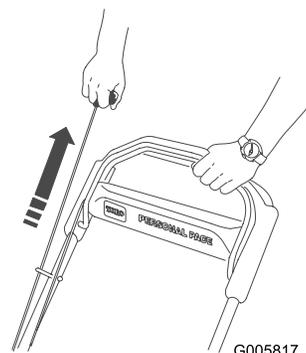
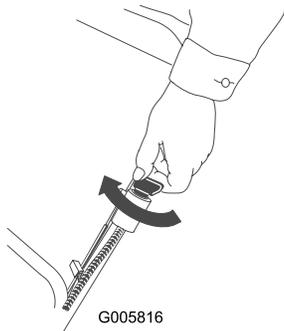

Figura 18
Figura 17
3. Arranque el motor usando la llave de contacto (modelo 20656 solamente) (Figura 17) o el arrancador de retroceso (Figura 18).